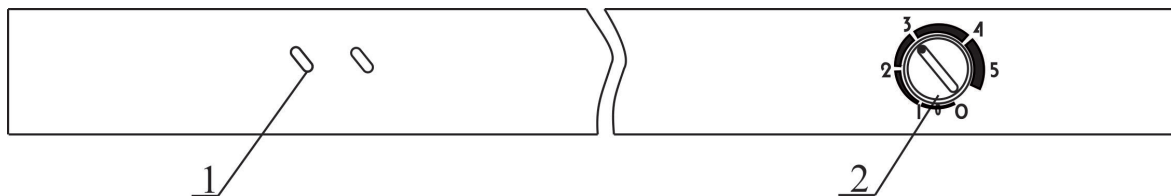

Рис. 2 Схема расположения приборов управления и сигнализации
6.1 Включение и отключение холодильника производится штепсельной вилкой сетевого шнура (не рекомендуется тянуть за сетевой шнур). Загоревшаяся зеленая лампа 2 (рис.2) на панели свидетельствует о том, что холодильник включен в электросеть. Индикаторная лампа загорается в течение 10 секунд. Повторное включение холодильника в электросеть следует производить не ранее чем через пять минут после его принудительного отключения.
6.2 Температурный режим в холодильной камере устанавливается путем поворота ручки терморегулятора 2 (рис.2) до выбранного по шкале температурного режима. При этом: